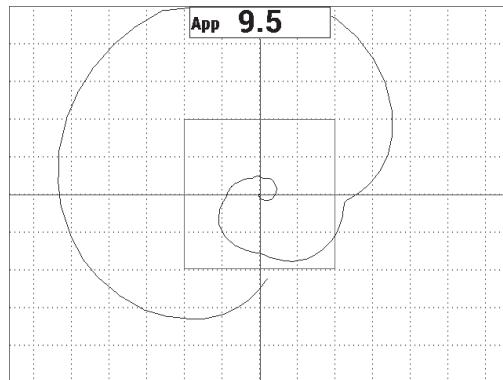

图 6-20 扫查的全屏显示
5. 按**全屏下一组键** (), 显示全屏, 然后再次在缺陷上进行扫查 (参见第 126 页的图 6-20)。